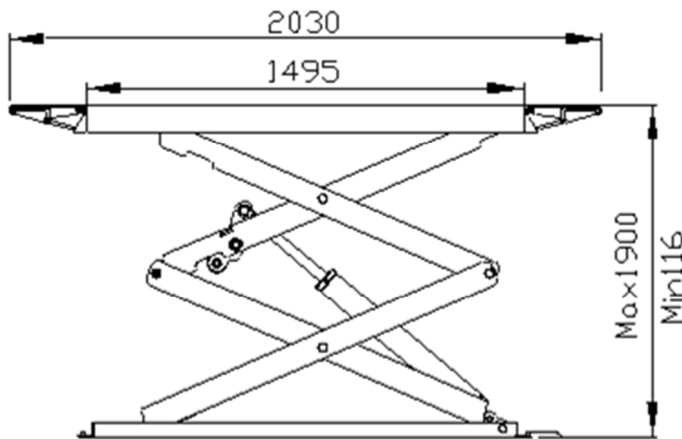

Abb. 2
**BITTE BEACHTEN!** Berücksichtigen Sie, zum Einsetzen der Brücke, die Dimensionen (Abb. 2 und 3). Die Brücke kann bis 1900 mm erhoben werden. Die Höhe des Fahrzeugs muss noch hinzugefügt werden! Stellen Sie sicher dass der Installationsplatz eine ausreichende Höhe hat! Wir bitten Sie bei Platzierung des Aufzuges eine Sicherheitszone von mindestens 1 Meter zu beachten. Markieren Sie nach Aufbau diese Sicherheitszone mit Kreide! Der schwarze Pfeil zeigt die Fahrt Richtung, halten Sie den Fahrriichtung in acht beim platzieren von den Brücke.